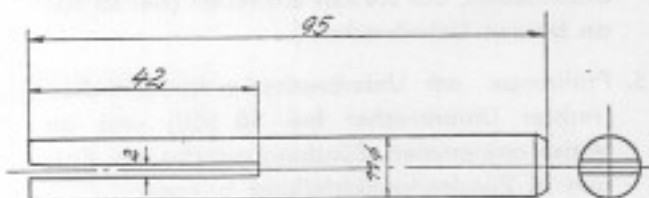

Bild 236. Selbstanzufertigender Dorn zum Einsetzen der Sicherungsscheibe für Zündschlüssel NZ 350
1. Aus Rundstahl 11 mm \varnothing 95 mm langen Dorn laut Bild 236 anfertigen.